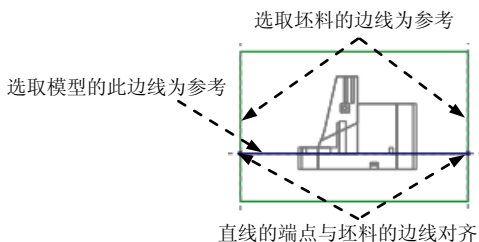

图 19.37 截面草图
(3) 进入草绘环境后, 选取图 19.37 所示的坯料边线和模型边线为草绘参考, 然后绘制截面草图 (即一条直线), 如图 19.37 所示。完成特征截面的绘制后, 单击“草绘”操控板中的“确定”按钮 。
(4) 设置深度选项。